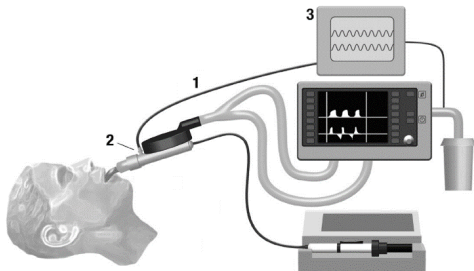

Abbildung 1
1. Die Atemgas-Probenahmeleitung (1) mit dem Probenahme-Port (2) des Sedaconda ACD Gasmonitors verbinden, siehe Abb. 1. Die Luer-Steckverbindung im Uhrzeigersinn drehen, um eine feste Verbindung herzustellen, so dass kein Gas aus dem Anschlusspunkt austreten kann.
2. Die Atemgas-Probenahmeleitung (1) mit dem Atemgasmonitor (3) verbinden. Die Luer-Steckverbindung im Uhrzeigersinn drehen, um eine feste Verbindung herzustellen, so dass kein Gas aus dem Anschlusspunkt austreten kann.